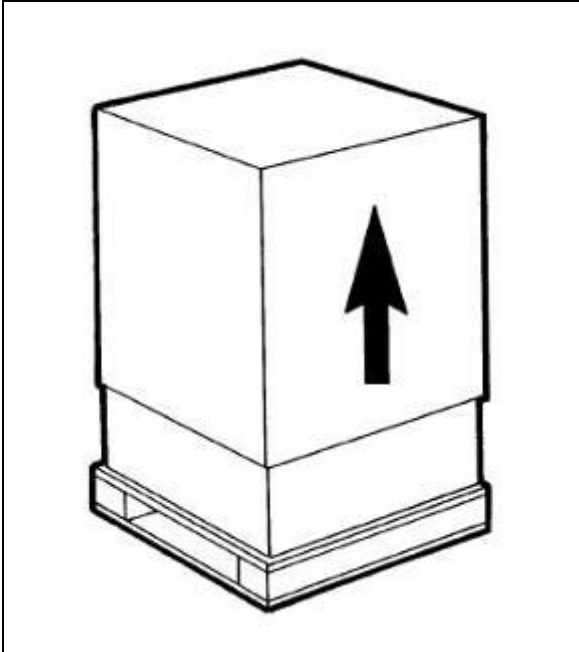

Fig. 19
a) Después de quitar el embalaje **guarde todos sus elementos para el almacenamiento invernal** y asegúrese de lo íntegro del equipo (fig.19).